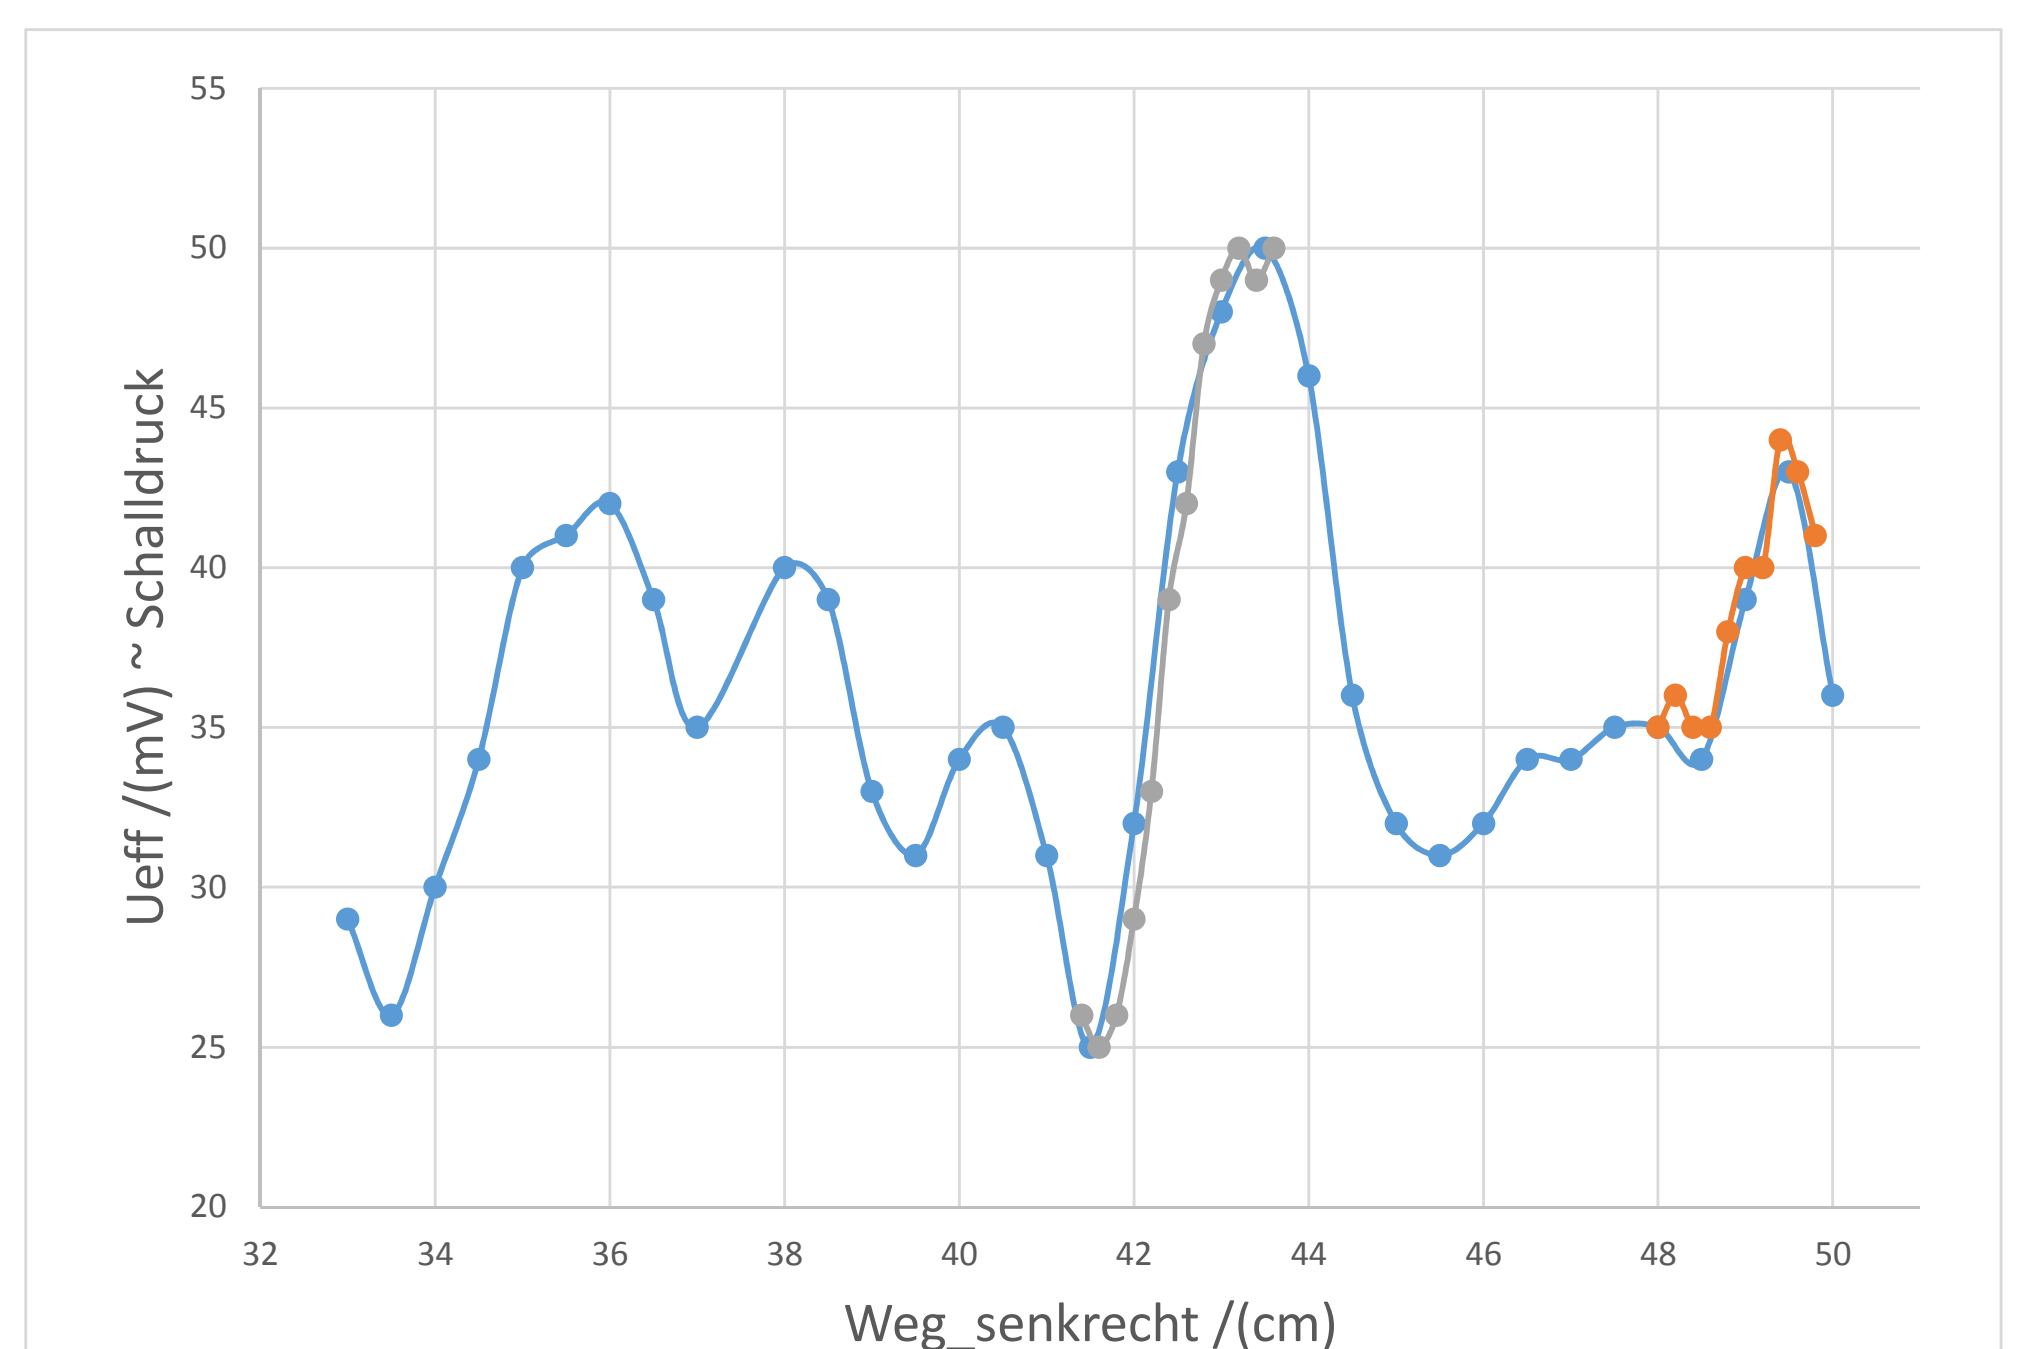

Abb. 5
- **Stehende Wellen:** Es gibt erstens Minima und Maxima (siehe Abb. 5) und zweitens sind diese je nach Konstellation des Aufbaus mal stärker und mal schwächer. Die Streuung der Messkurven rührt vermutlich daher.